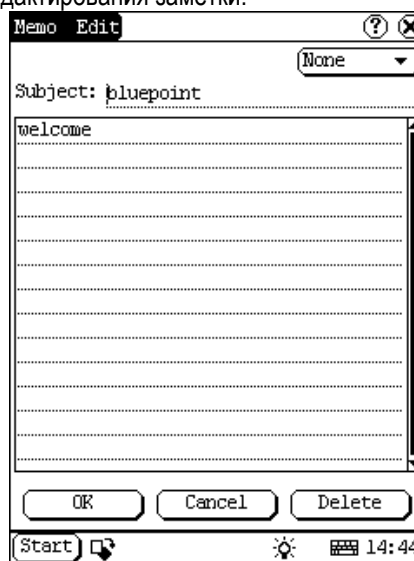

Рисунок 4-17
- 2) Тогда вы можете редактировать содержание заметки в интерфейсе редактирования открытой заметки. См рисунок 4-17